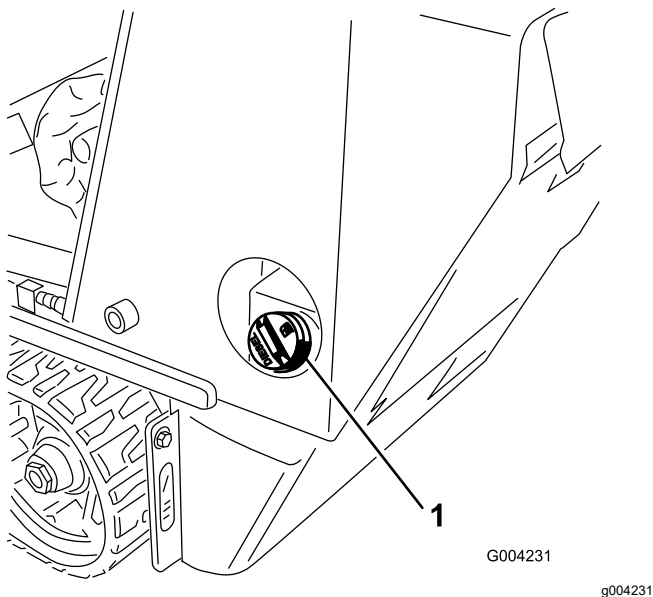

Bild 15
3. Reinigen Sie den Bereich um den Tankdeckel und nehmen Sie den Deckel ab (Bild 15).